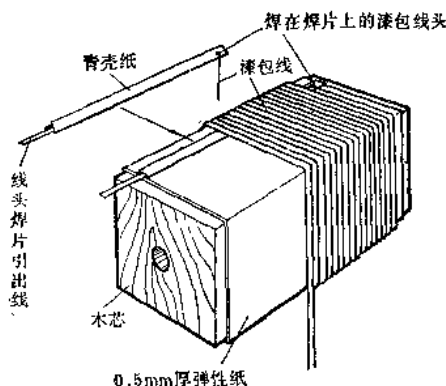
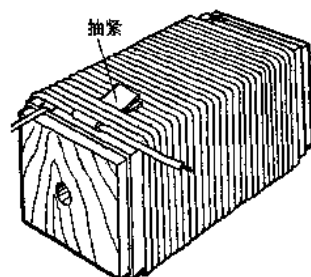

图 I-6
图 I-7
4. 绕线。要用漆包线。初级绕在里面,次级绕在外面。绕之前,先在纸框上包一、二层绝缘纸,放上一条铜焊片(用绝缘纸包裹好),将线头焊在焊片上(见图 I-6),然后开始绕线。线要一圈紧挨一圈,整齐紧密。绕到纸框近端处(纸框两端要留出约2毫米地位,不要绕线,以免线圈脱出),用厚青壳纸条或黄蜡绸布条,如图 I-7 那样把最外面的导线固定牢。第一层线绕好后,包上一层绝缘纸,再绕第二层线。这样,绕一层线,包一层绝缘纸,……一直到初级线圈绕好为止。绕好后,将线尾固定牢,并和线头一样,将线尾焊在焊片上。